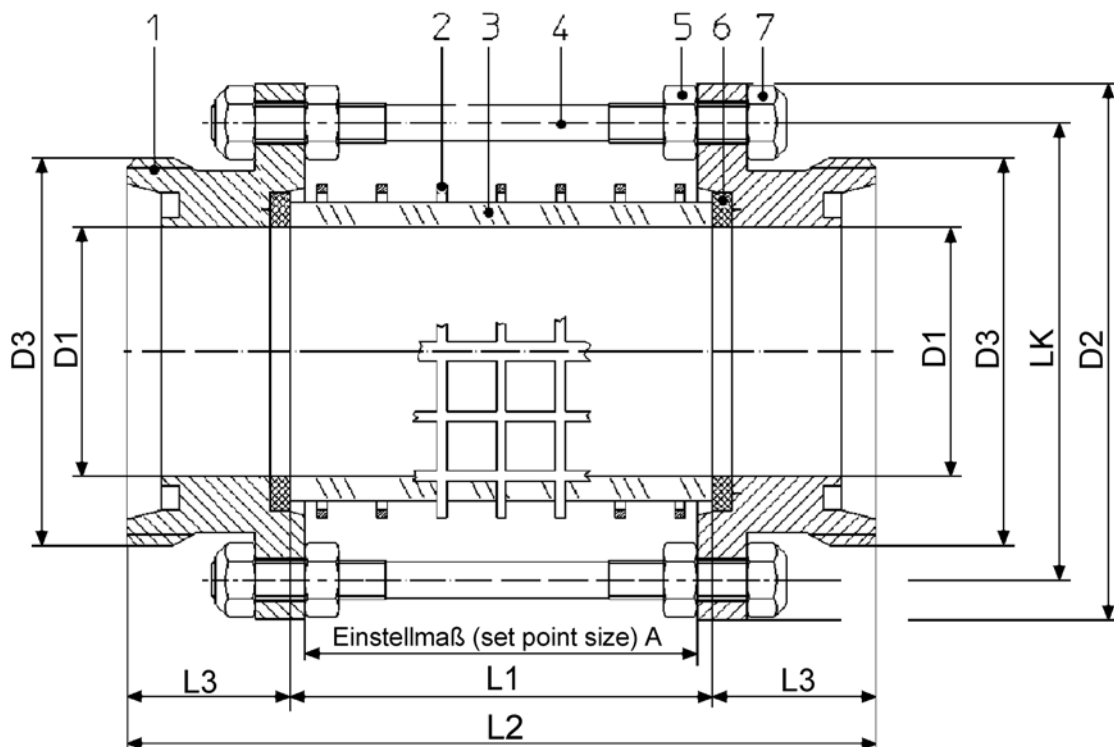

Abb. 1
- Einstellmaß "A" (siehe Abb.1) ermitteln.
- Sechskantmutter (7) auf *einer* Seite abschrauben.
- Flansch (1) Dichtring (6) und Glaszylinder (3) axial abnehmen.
- Flansch (1) auf Gewindebolzen (4) bis auf Endanschlag der Sechskantmutter (5) positionieren und mit Sechskantmutter (7) festschrauben.
- Ermitteltes Einstellmaß "A" prüfen. Gegebenenfalls durch verstellen der Sechskantmutter (5) einstellen.